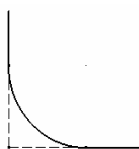

图 2-137
- : 表示保留圆角所在一侧的多余线段，并且改为参考特征线，如图 2-137 所示。